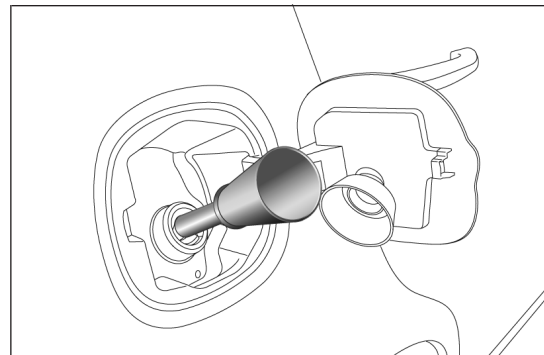

fig. 129
- introduire l'adaptateur dans le goulot, comme indiqué en fig. 129 et procéder au ravitaillement ;